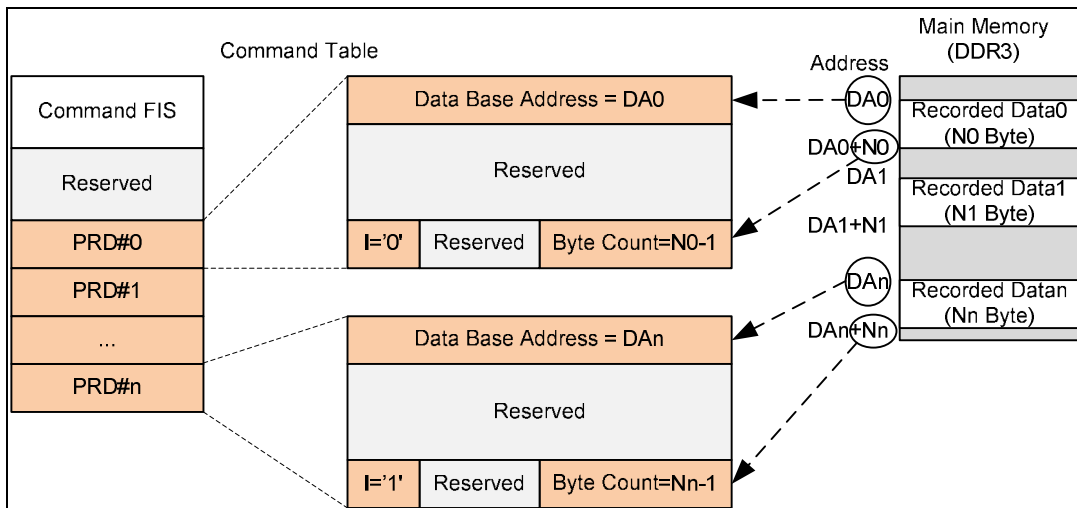

図 3-9: Write DMA Ext コマンドの PRD 設定
- 4) 図 3-9 に示すように、各 PRD のデータ・ベース・アドレスにメイン・メモリ内に格納されているそれぞれの記録データの先頭番地をセットし、またバイト・カウントに各セグメントでのデータ・サイズをセットします。また、最後の PRD では '1' ビットに '1' をセットします。